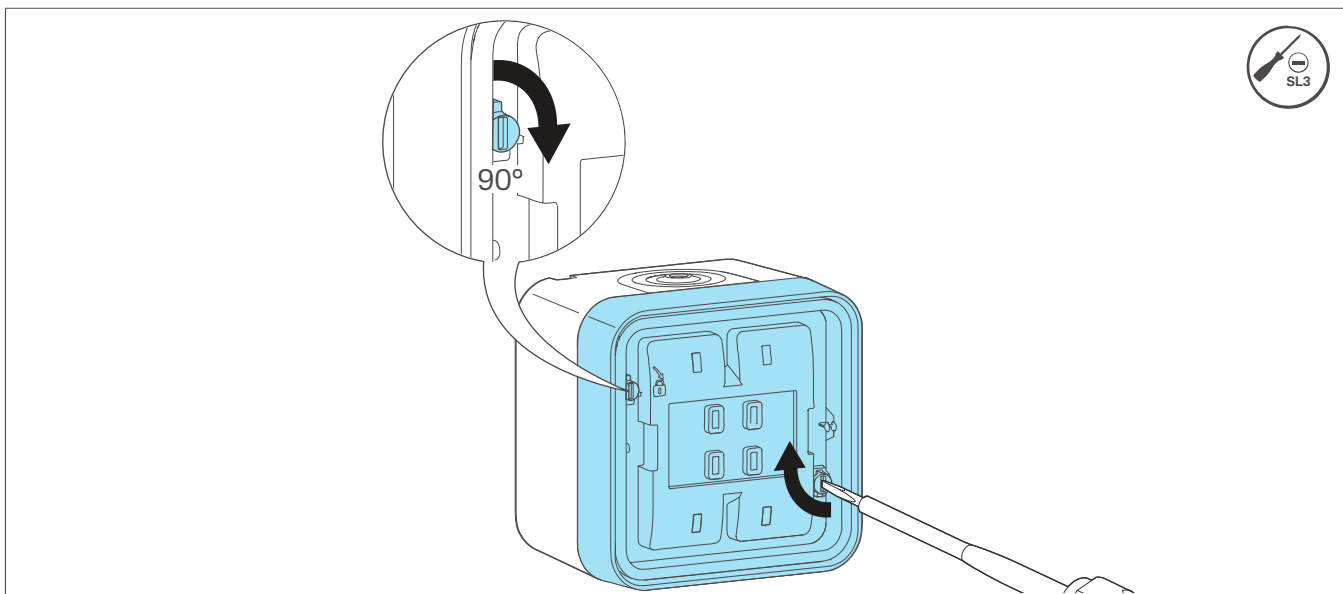

Fig. 12 : Montez la collerette
- 8 Verrouillez la collerette à l'aide des vis à dégagement rapide sur la boîte saillie (8) en réalisant un ¼-tour vers la droite à l'aide d'un tournevis (Fig. 12).